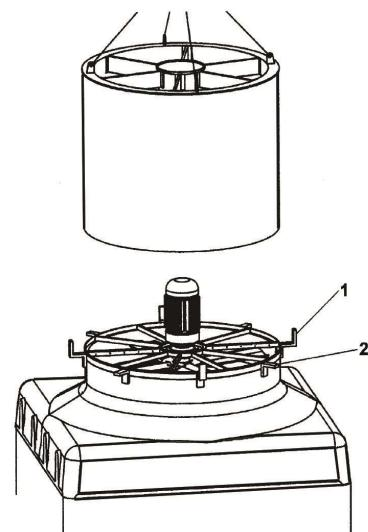

Fig. 16
1. Place (if they don't come already fitted) the "Z" or "L"--shaped profiles (Fig. 16/1), which are in one of the spokes of the fan support, in order to serve as a guide.
3. Locate the silencer on top of the upper cap, supporting it on the "L" or "Z"--shaped profiles (Fig. 16/2) arranged on the fan supporting ring.
1. Inserire (se non sono montati) i profili sagomati a "Z" o a "L" (Fig. 16/1), che si trovano in uno dei raggi del supporto del ventilatore, da utilizzare come guida.
3. Posizionare il silenziatore sopra il coperchio e premerlo contro i profili a "L" o "Z" (fig. 16/2) disposte sull'anello di sostegno del ventilatore.
1. Colocar (si no están montados) los perfiles en forma de "Z" ó "L" (fig. 16/1), que se encuentran en uno de los radios del soporte del ventilador, para que sirvan de guía.
3. Situar el silenciador encima de la caperuza y apoyarlo sobre los perfiles "L" ó "Z" (fig. 16/2) dispuestas en el aro soporte del ventilador.